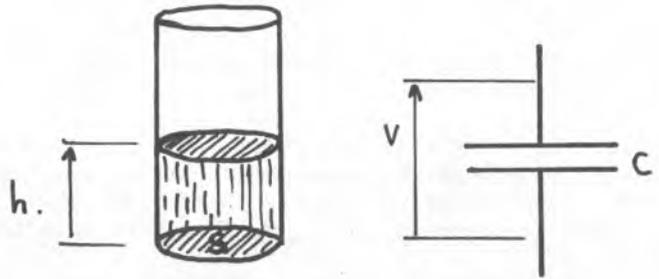

Fig. 60: Condensateur.
1) Considérons le volume représenté par la figure 60 dont la surface de base est S. S'il est rempli de liquide jusque à une hauteur h le volume de liquide sera $V = S \cdot h$.